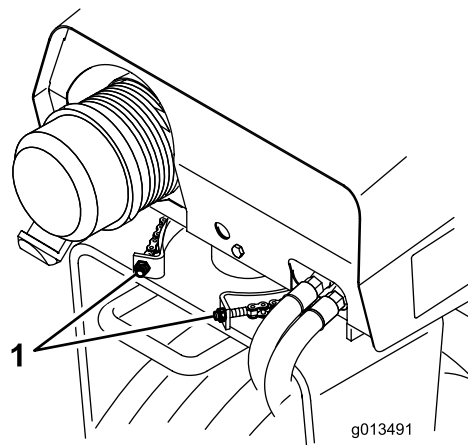

Figura 23
2. Ajuste las contratuercas hasta que la cadena esté sin holgura en ambos lados del piñón (Figura 23).